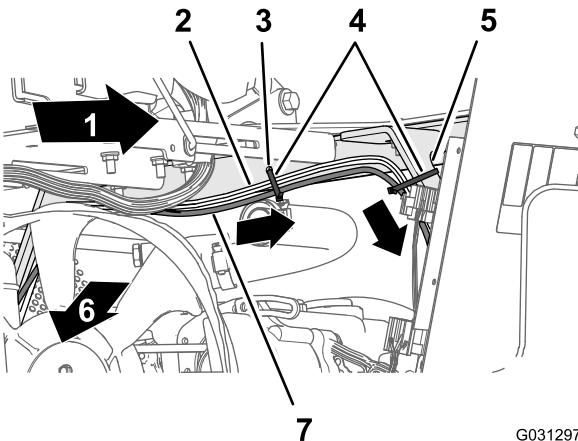
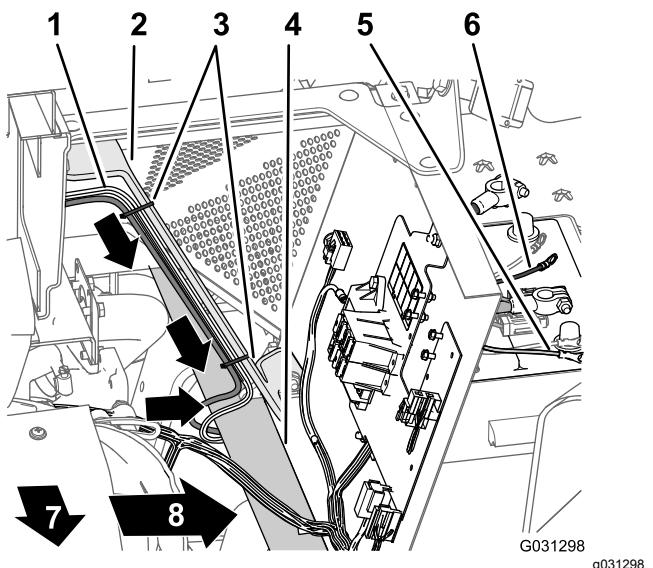

Figura 171
Figura 172
4. Sujete el arnés al orificio del ángulo de la caja del asiento y al soporte de la cubierta del motor con 3 bridás (Figura 171 y Figura 172).
3. Enrute la rama de 220 cm del arnés eléctrico del sistema del sistema de navegación abajo, por el soporte izquierdo de la cubierta del motor y por debajo del larguero izquierdo del bastidor (Figura 171).
5. Enrute el fusible de 10 A y los terminales de anillo positivo y negativo de la rama de 220 cm del arnés eléctrico del sistema de navegación a la parte superior de la batería (Figura 172).